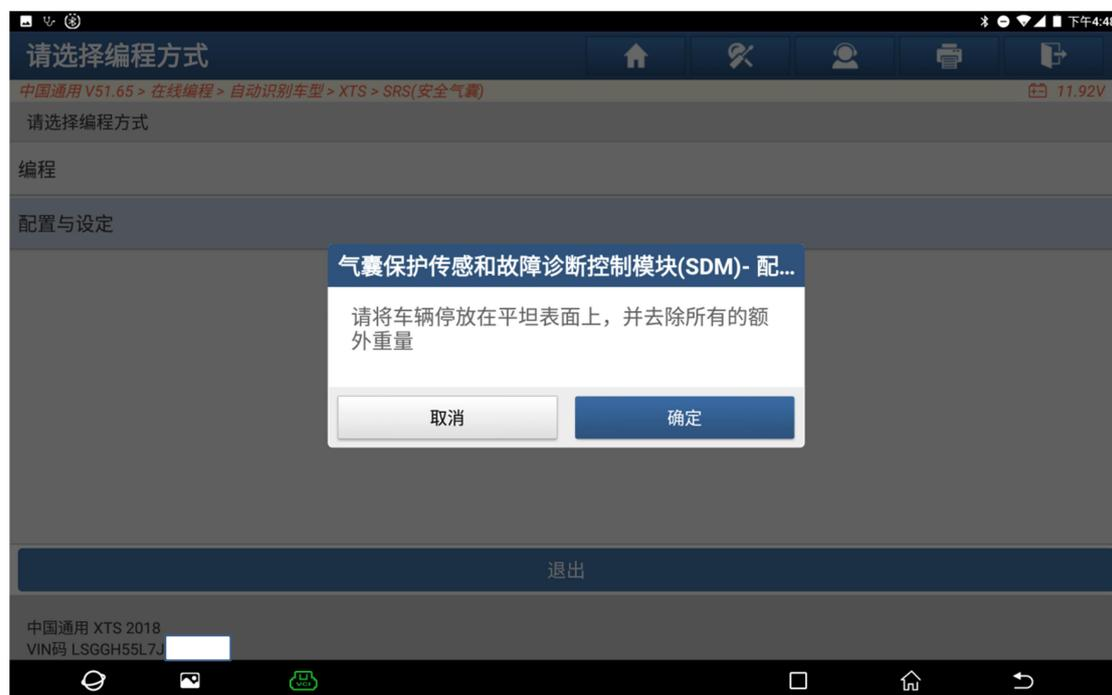

图 12-1
12. 硬件故障修复完成后, 重新根据提示执行配置与设定功能, 如图 12-1、12-2: